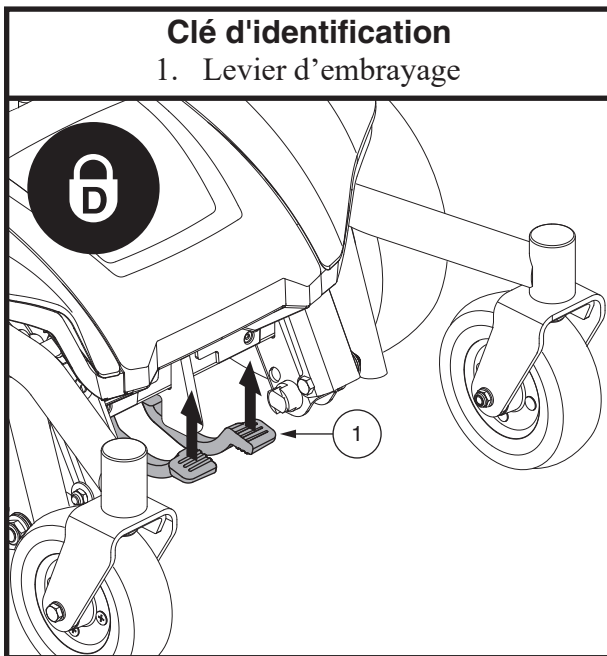

Figure 5. Mode de traction (embrayé)
2. Tirez les deux leviers vers le haut pour embrayer les moteurs. **Voir la figure 5.**
2. Assurez-vous que le fauteuil est bien embrayé. **Voir la figure 5.**